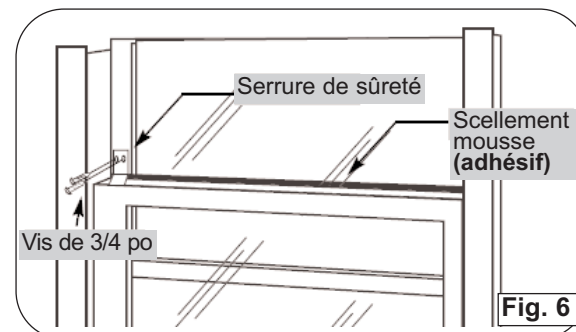

Fig. 6
- Coupez la bande mousse **adhésif** afin qu'elle s'ajuste adéquatement à l'ouverture entre le haut de l'intérieur de sûreté sure le cadre du fenêtre extérieur en utilisant une vis de 3/4 po. Voir Fig. 6